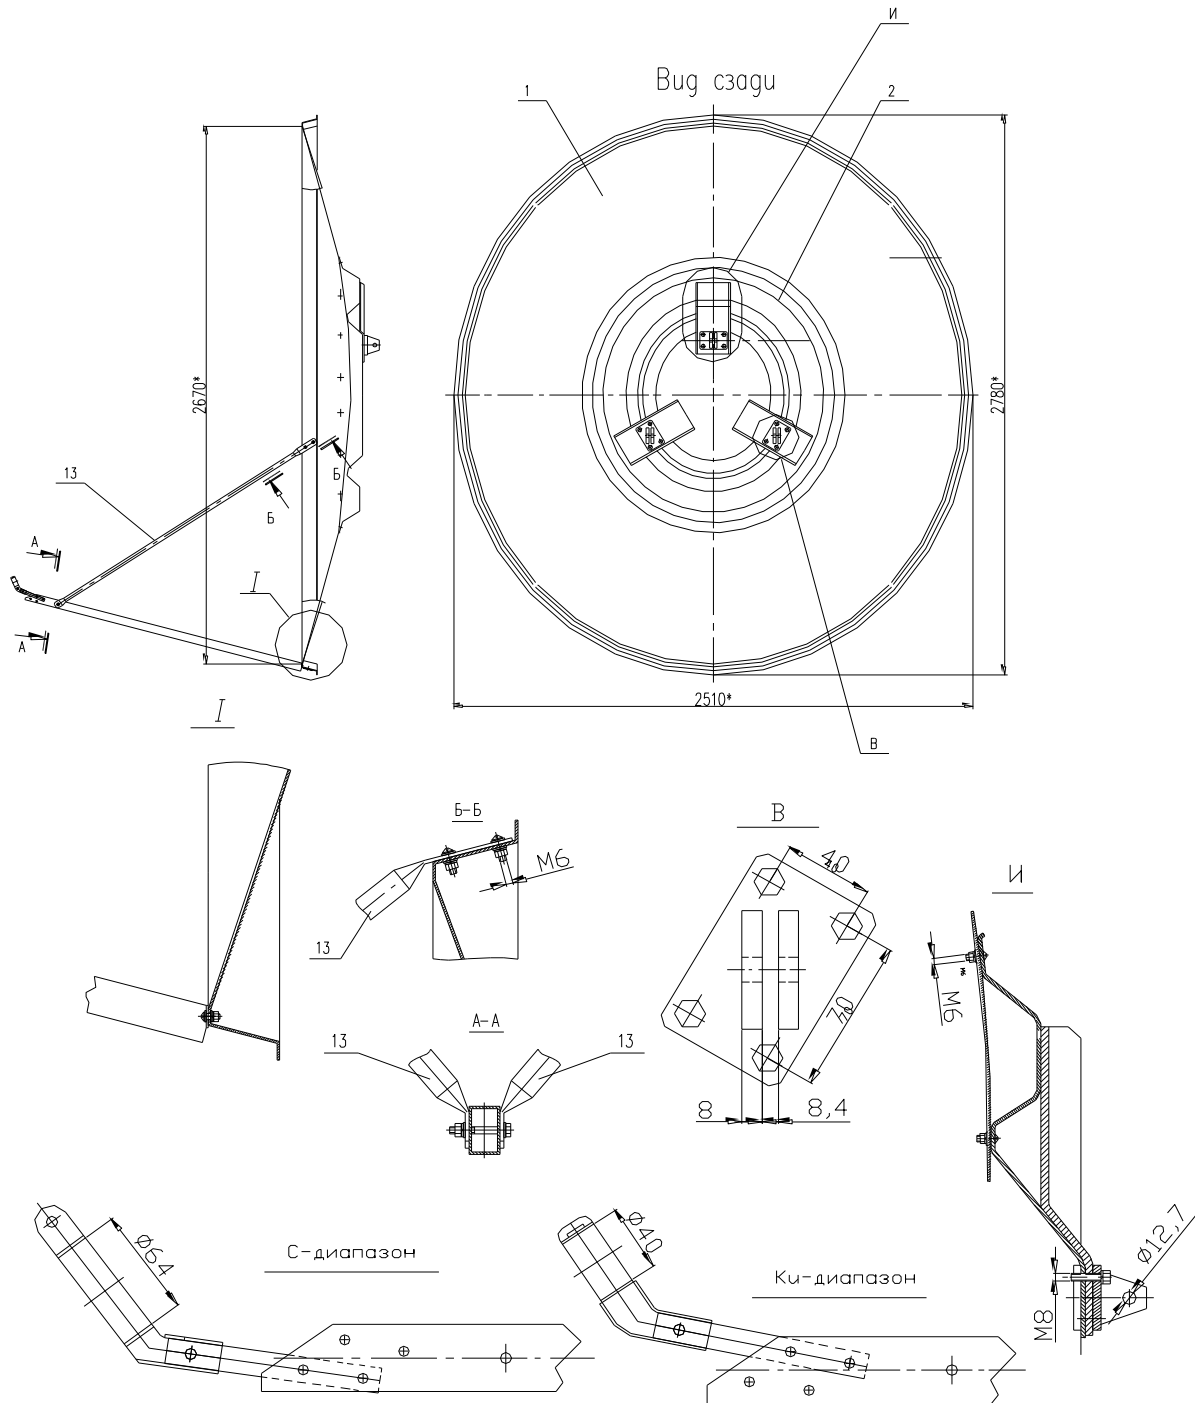

Рис.4
- разобрать кронштейны ( отвернуть болты ) и закрепить кронштейны на подзеркальнике согласно (Рис.4, узел.И) , установив резьбовую пластину с внутренней стороны, а кронштейны с наружной стороны подзеркальника;
- совместить отверстия в подзеркальнике с отверстиями в рефлекторе и закрепить винтами М6 х 16 (см. Рис.4, узел.И).
1. Установку штанги конвертородержателя производить вдвоём. Закрепить один конец штанги конвертородержателя на рефлекторе согласно (Рис.4, узел 1), закрепить винтами М6 х 20.
2. Установить растяжки, для чего: закрепить один конец растяжки на рефлекторе винтами М6 х 20, а второй конец на штанге конвертородержателя винтом М6 х 45 (см. Рис.4,сеч.А-А и Б-Б).
3. Закрепить на штанге конвертородержателя трубу 15 х 20 х 125 2 винтами М6 х 35 согласно (Рис.4).
**Внимание ! При установке облучателя смотри Рис.4 !**